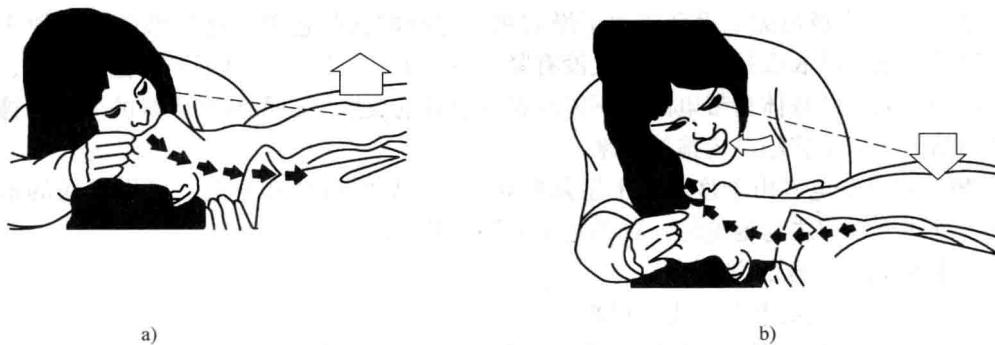

图 1-8 口对口（鼻）人工呼吸法
(1) 口对口（鼻）人工呼吸法 当发现触电者有心跳无呼吸或呼吸微弱时，应采用口对口（鼻）人工呼吸法进行抢救，如图1-8所示。